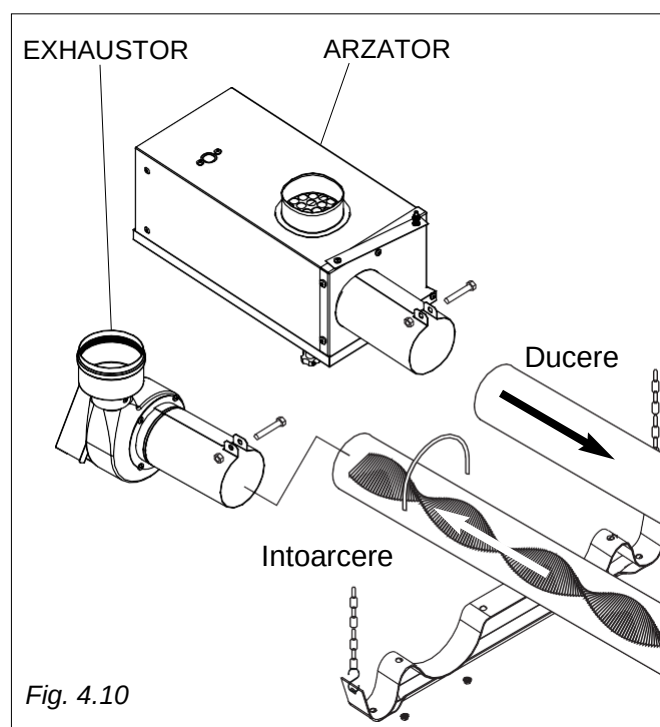

Fig. 4.10
- Fixați arzătorul la capătul tubului de ducere și exhaustorul pe tubul de întoarcere (fig. 4.10). Consultați și paragraful 3.4